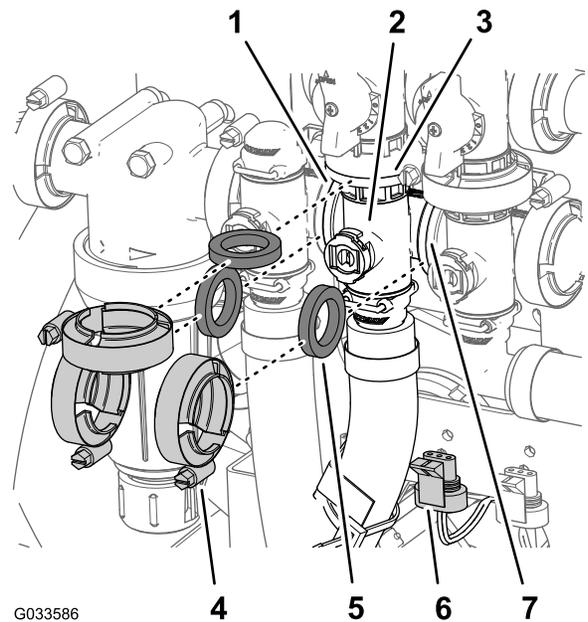

Bild 115
- Entfernen Sie die drei Flanschklebmen und drei Dichtungen, mit denen der Verteiler für das Rührwerkventil (**Bild 115**) am Rührwerksicherheitsventil, Dosierungsregelventil und Hauptauslegerventil befestigt ist.